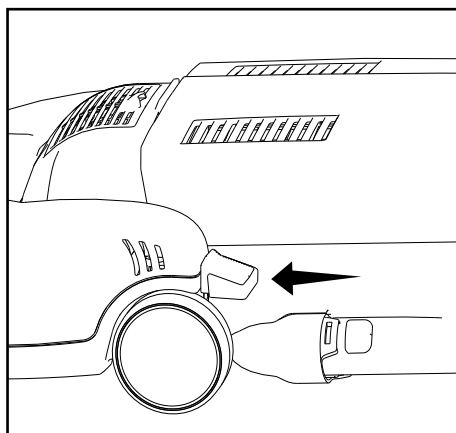

Fig. 2
- Presione el pedal de liberación de la manija una segunda vez para permitir que la aspiradora quede plana en el piso (Fig. 2).